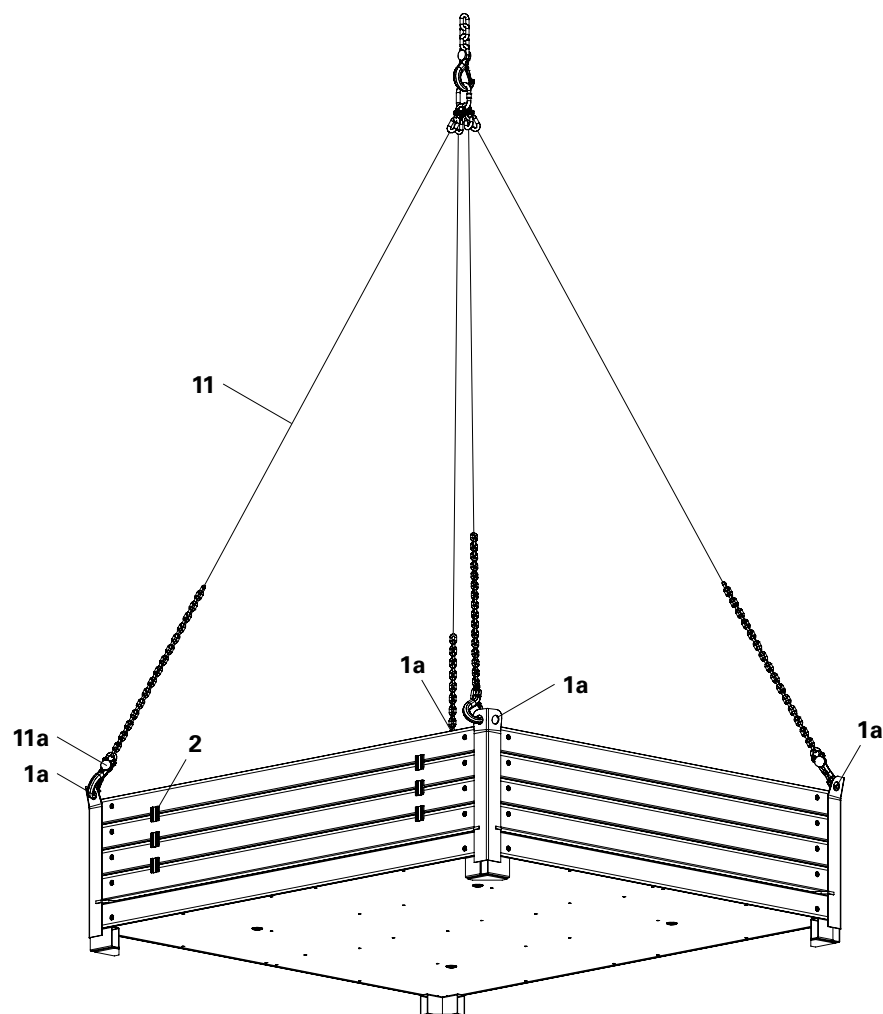

Fig. A1.04
→ Quatre points de suspension de charge (Fig. A1.04)
Décharger la pile avec la grue à l'aide d'une élingue multifonction (11) ou d'une élingue à 4 brins. (Fig. A1.04)